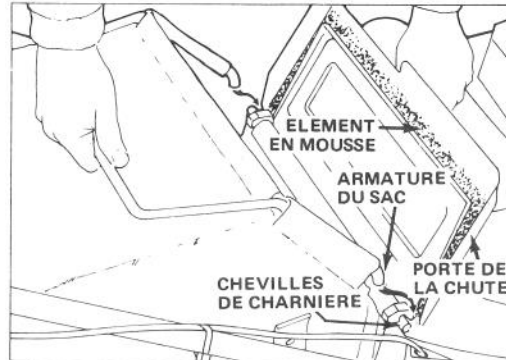

Figure 9
2. **POSE DU SAC** – Levez la porte de la chute et accrochez l'armature du sac sur les chevilles de charnière (Fig. 9). Laissez le sac reposer sur le carter de la tondeuse par-dessus l'ouverture de la chute. Fermez la ports et veillez à ce qu'elle s'adapte bien sur le haute de l'ouverture du sac.